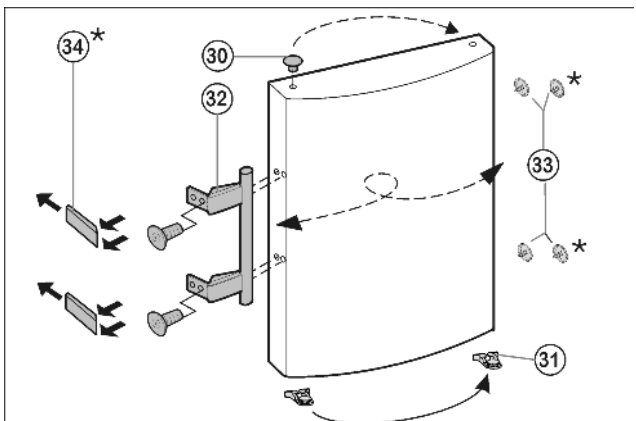

Fig. 9
- ▶ Haal Fig. 9 (30) de stop uit de deurlagerbus en plaats hem om.
- ▶ Demonteer deurgreep Fig. 9 (32), stop Fig. 9 (33) en drukplaten* Fig. 9 (34) en monteer ze aan de tegenoverliggende kant.